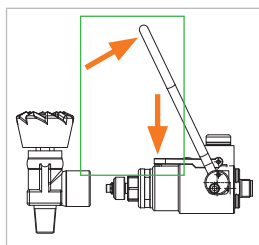

Figure 4
- ▶ Maintenez le dispositif de verrouillage (n° 8) appuyé en position inférieure et relevez ensuite l'actionnement (n° 1) vers le haut (Figure 4). Les mâchoires de serrage coïncident.